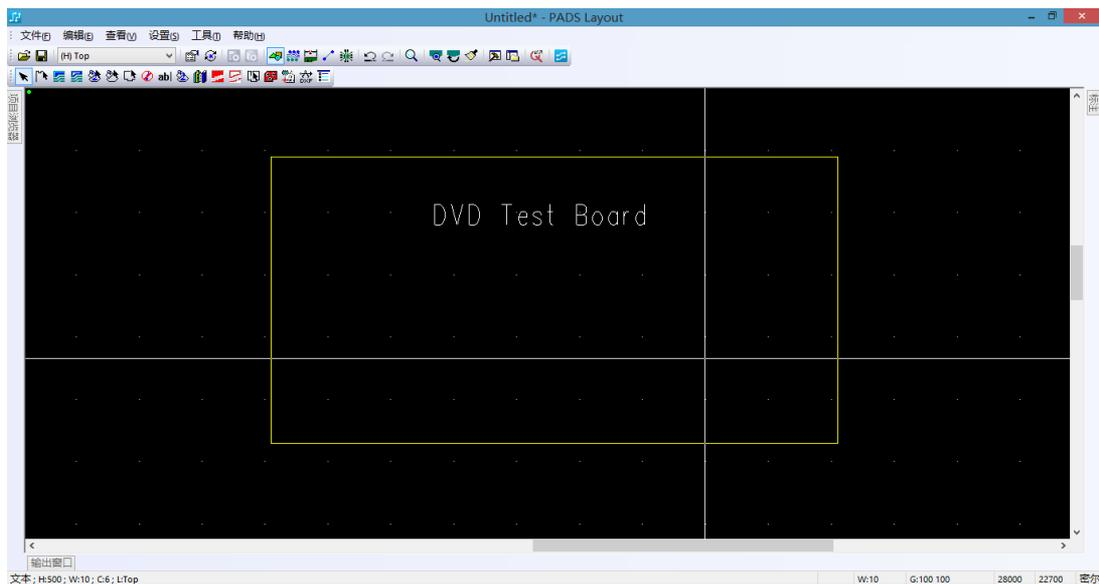

图 8-18 添加文本完成
(9) 在“添加自由文本”对话框中设置文本的大小和所在的层等信息后，单击“确定”按钮关闭该对话框，则所要添加的文本的映像附着在光标上。
(10) 选择文本放置位置，单击鼠标左键放置，如图 8-18 所示。